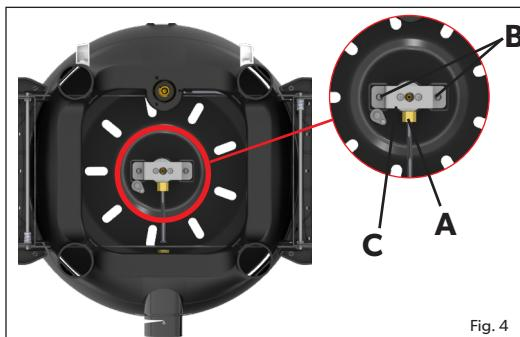
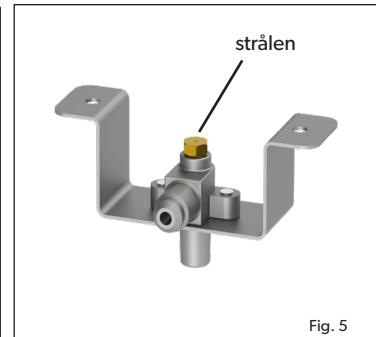

Fig. 4
Fig. 5
- Vi anbefaler at rense eller udskifte dysen hver sjette (6) måned for at sikre fortsat effektiv drift af dit apparat.
For at fjerne strålen skal du fjerne alle løse overflader fra dit apparat og vende baseenheden på hovedet. Brug en passende skruenøgle til at løsne møtrikken (A) (fig. 4). Skru de 2 skruer (B) af (fig. 4). Fjern beslaget (C) for at blottelægge strålen. (Fig. 5). Fjern dysen med en passende skruenøgle. Brug ikke en tang på strålen, da dette kan beskadige strålen, hvilket gør den ubrugelig eller umulig at fjerne. Skru den nye stråle ind i ventilen. Spænd ikke for meget, da dette kan beskadige strålen.